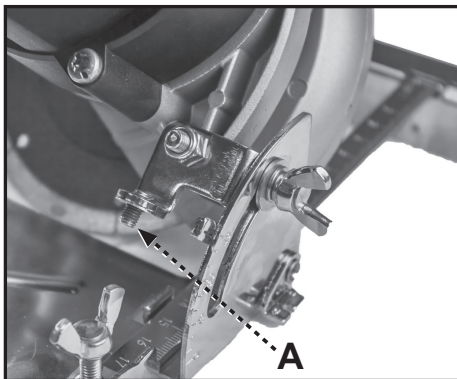

FIGURE 14
4. Si la lame n'est pas à angle droit, placez la vis d'approche positive d'arrêt montrée dans Figure 14.